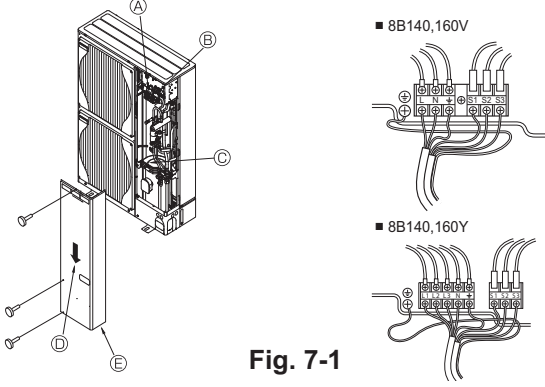

Fig. 7-1
### 7.1. Dış ünite (Fig. 7-1)
- ① Servis panelini sökün.
- ② Kabloları Fig. 7-1 uyarınca bağlayın.